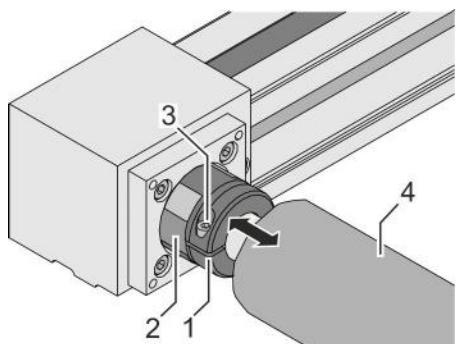

Fig. 27 : Montage du moyeu de serrage
8. Faire glisser les moyeux de serrage (Fig. 27 /2) dans les moyeux à vis (Fig. 27 /1).
Pour permettre d'accéder aux moyeux de serrage, déplacer le tube de protection (Fig. 27 /4) sur le tube en acier.
9. Serrer la vis (Fig. 27 /3) de chaque moyeu de serrage :